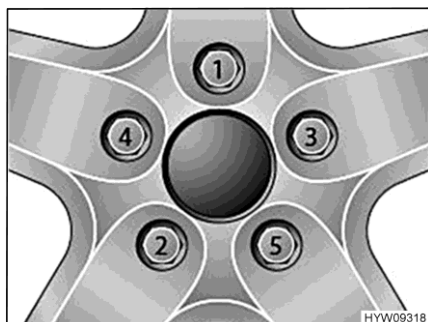

Fig. 76 Serraggio a croce di dadi delle ruote e bulloni delle ruote
- Serrare i dadi delle ruote o i bulloni delle ruote nell'ordine riportato in Fig. 76. A tale scopo, utilizzare una chiave dinamometrica e rispettare la coppia di serraggio indicata (vedi paragrafo 14.5).
- Controllare regolarmente il serraggio dei dadi o dei bulloni. Regolare il serraggio dei dadi delle ruote o dei bulloni delle ruote di una ruota sostituita dopo circa 50 km. A tale scopo, procedere seguendo l'ordine indicato in Fig. 76.
- Se si utilizzano cerchioni nuovi o riverniciati, regolare il serraggio dei bulloni o dei dadi dopo altri 1000 - 5000 km. A tale scopo, procedere seguendo l'ordine indicato in Fig. 76.